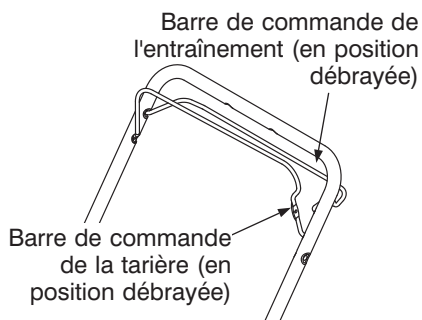

FIGURE 5
- Assurez-vous que les commandes de la tarière et de l'entraînement sont débrayées (relâchées). Voir la Figure 5.
Barre de commande de la tarière – Elle se trouve sur le guidon supérieur et sert à embrayer et à débrayer la tarière. Voir la Figure 5. Pressez la barre de commande contre le guidon supérieur pour embrayer la tarière et lâchez-la pour la débrayer.
Barre de commande de l'entraînement - Elle se trouve en dessous du guidon supérieur et sert à embrayer et à débrayer les roues. Voir la Figure 5. Tirez à **fond** la barre contre le guidon supérieur pour embrayer les roues, lâchez-la pour les débrayer.
- Débrayez les barres de commande de l'entraînement et de la tarière. Voir la Figure 5.